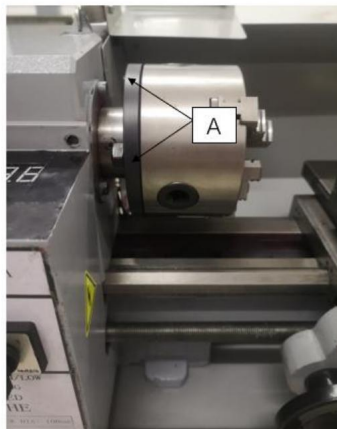

Fig.26
Con este mandril universal se pueden sujetar piezas redondas, triangulares, cuadradas, hexagonales, octogonales y de doce puntas. (Fig. 26)
Para el mandril original de 3 mordazas que se montó en el torno, la fábrica montó el mandril de la mejor manera para garantizar la precisión de sujeción con dos marcas "0" (A) Fig.26 mostradas en el mandril y la brida del mandril.